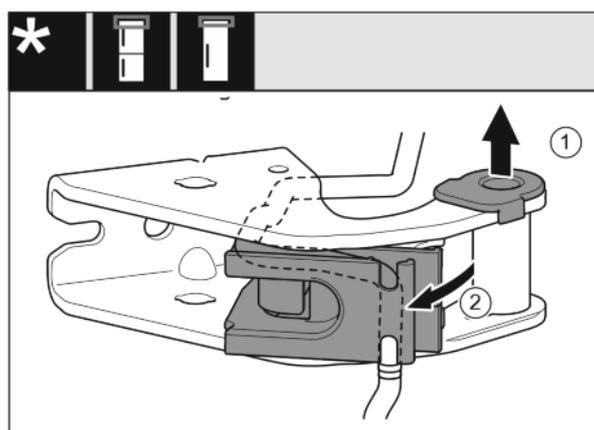

Fig. 21
- ▶ Tirer la douille de palier en dehors du guide. Fig. 21 (1)
- ▶ Incliner le support de câble vers l'extérieur. Fig. 21 (2)